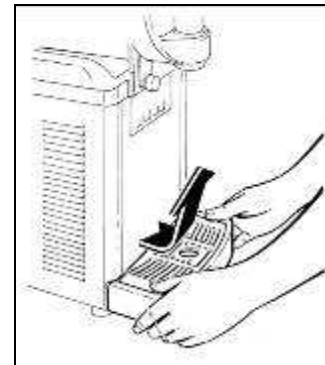

Abb. 19
- Heben Sie die Tropfschale geringfügig an und nehmen Sie sie dann nach vorne ab (Abb. 19).